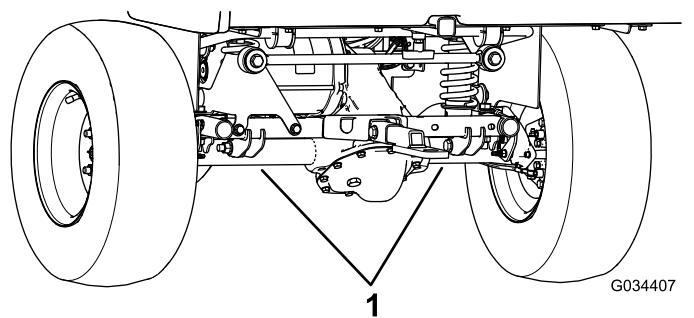

Рисунок 23
- Точка подъема в задней части автомобиля находится под трубами моста (Рисунок 23).